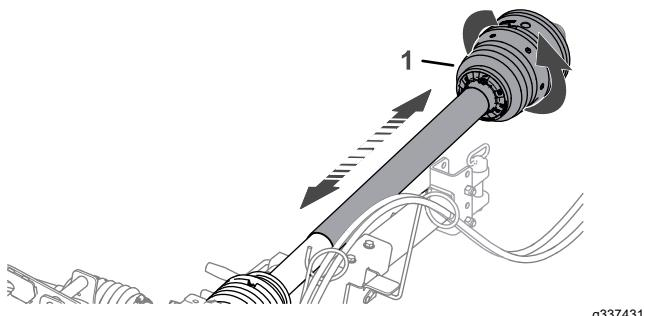

Figura 16
- Gire la mitad delantera del protector del árbol de la TDF para efectuar una rotación completa (Figura 16).
- Junte y separe las secciones de la mitad delantera del protector del árbol de la TDF para asegurarse de que se mueven libremente (Figura 16).